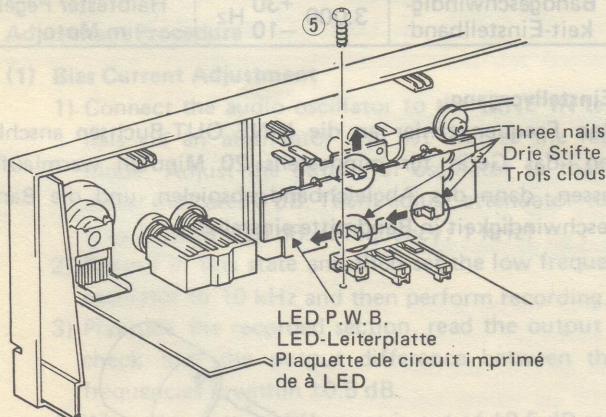

Fig. 3 Abb. 3
3. **LED P.W.B. (Fig. 3)**
4. **Front Panel (Fig. 3, 4)**
3. **LED-Leiterplatte (Abb. 3)**
4. **Frontplatte (Abb. 3, 4)**
3. **Plaquette de circuit imprimé de à LED (Fig. 3)**
4. **Panneau avant (Fig. 3, 4)**